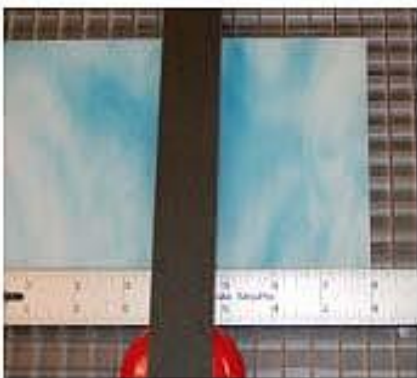

Abbildung 1
1. Stellen Sie das Glas auf dem Lineal. Jede Zahl kann Ihr **Ausgangspunkt** sein. Lassen Sie uns die **Nummer 5** auf dem Lineal als unseren Ausgangspunkt nehmen. Wenn wir schieben das Glas vor die **Zahl 8** , und schneiden, dann haben wir einen 3 Inch-Streifen geschnitten. (Bild 1)